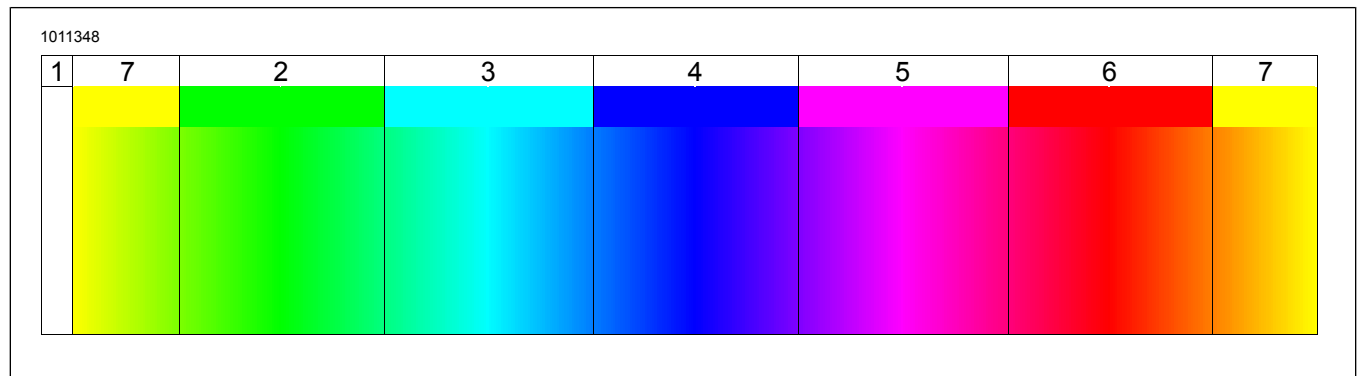

Figure 4. Spectre de couleurs
- Voir la Figure 4. Sept zones de couleurs prédéfinies sont disponibles. Chacune est associée à un nombre de nuances :